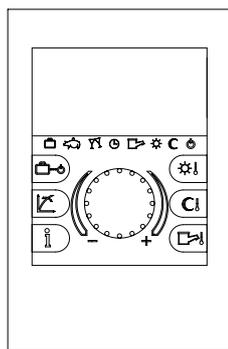

Fig. 1-7
• Gestore di zona (Fig. 1-7). Il pannello del gestore di zona consente, oltre alle funzioni illustrate al punto precedente, permette di avere sotto controllo e soprattutto a portata di mano, tutte le informazioni importanti relative al funzionamento dell'apparecchio e dell'impianto termico con la opportunità di intervenire comodamente sui parametri precedentemente impostati senza necessità di spostarsi sul luogo ove è installato il regolatore di cascata e zone. Il cronotermostato climatico incorporato nel pannello remoto consente di adeguare la temperatura di mandata impianto alle effettive necessità dell'ambiente da riscaldare, in modo da ottenere il valore di temperatura ambiente desiderato con estrema precisione e quindi con evidente risparmio sul costo di gestione. Consente inoltre di visualizzare la temperatura ambiente e la temperatura esterna effettiva (se presente la sonda esterna). Il gestore di zona è alimentato direttamente dal termoregolatore di cascata tramite 2 fili.